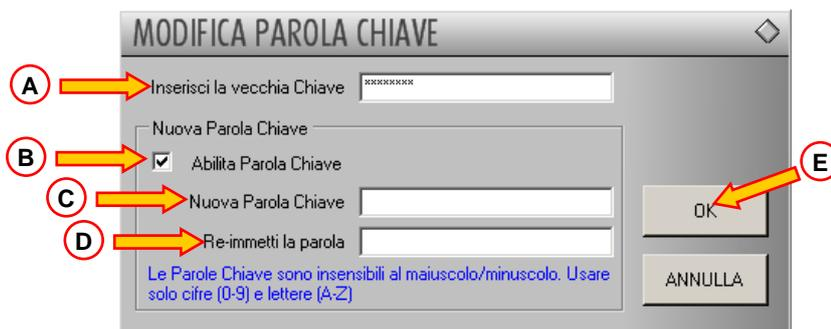

Fig 44 - Modifica password
- Inserire la password (parola chiave) corrente nel campo “Inserisci la vecchia chiave” (Fig 44 A).
- Controllare che il checkbox “abilita parola chiave” (Fig 44 B) sia selezionato.
- Inserire la nuova password nel campo indicato in Fig 44 C.
- Digitare di nuovo per conferma la nuova password nel campo “Re-immetti la parola” (Fig 44 D).
- Cliccare il pulsante **OK** (Fig 44 E).